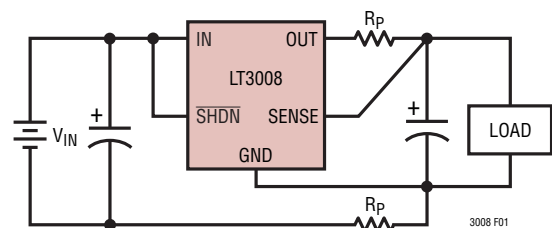

図1. ケルビン・センス接続
**SENSE (ピン7/ピン1)**: センス・ピン。LT3008の固定出力電圧バージョン(LT3008-1.2、LT3008-1.5、LT3008-1.8、LT3008-2.5、LT3008-3.3、LT3008-5)では、SENSEピンがエラー・アンプの入力になります。SENSEピンをレギュレータのOUTピンに接続すると、最適なレギュレーションが得られます。精度要求が厳しいアプリケーションの場合、レギュレータと負荷の間のPCトレース抵抗(RP)によって生じる小さな電圧降下は、図1(ケルビン・センス接続)に示すとおりSENSEピンを負荷の出力に接続すれば排除できます。外部PCトレースで生じる電圧降下が、レギュレータの損失電圧に追加されることに注意してください。SENSEピン・バイアス電流は公称定格出力電圧で1 $\mu$ Aです。このピンは(レギュレータの負荷が負電源に戻される両電源システムと同様に)出力をグランドよりも下に引き下げることが可能ですが、それでもデバイスを起動して動作させることができます。